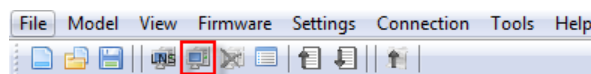

Abbildung 69: LINX Configurator Software, Mit Gerät verbinden.
1. Wählen Sie Verbindung mittels FTP indem Sie auf den Schnellstartknopf **Mit Gerät verbinden** klicken (siehe Abbildung 69).